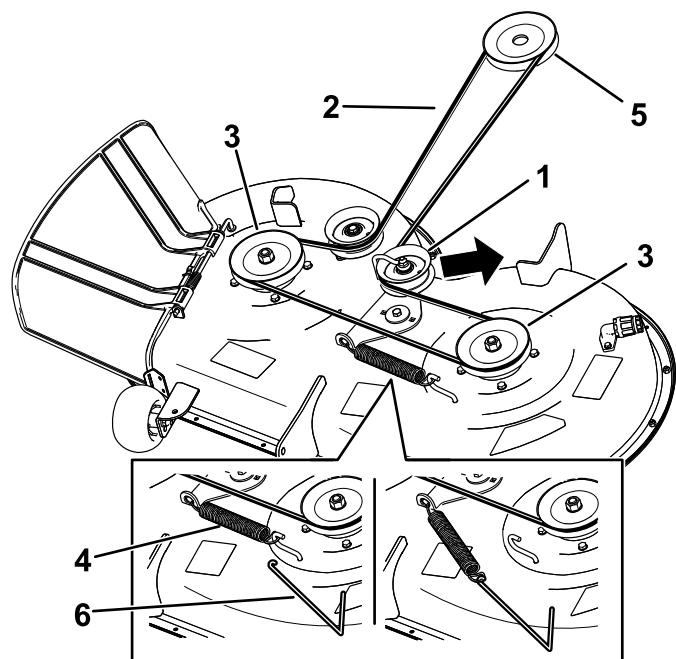

Рисунок 56
6. Используя съемник пружин (номер 92-5771 по каталогу Toro), снимите пружину натяжного шкива с крюка деки, чтобы снять натяжение с натяжного шкива, и снимите ремень со шкивов (Рисунок 56).
7. Проложите новый ремень вокруг шкива двигателя и шкивов газонокосилки (Рисунок 56).
8. Используя съемник пружин (номер 92-5771 по каталогу Toro), установите пружину натяжного шкива на крюк деки и создайте натяжение на натяжном шкиве и ремне газонокосилки (Рисунок 56).